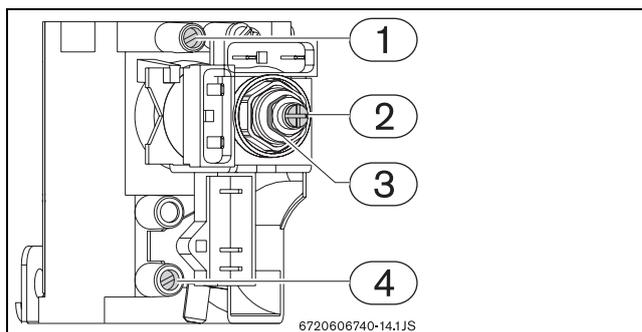

Fig. 16 Punti di controllo/regolazione gas
- ▶ Svitare la vite posta internamente alla presa di pressione posta internamente alla bruciatore (→Fig. 16, pos. 1) senza toglierla.
- ▶ Con una chiave di misura corrispondente, ruotare il dado (→Fig. 16, pos. 3):
- ▶ Tenere fermo il dado (→Fig. 16, pos. 3) con una chiave di misura corrispondente.
- ▶ Con un cacciavite **non magnetico** ruotare la vite (→Fig. 16, pos. 2):